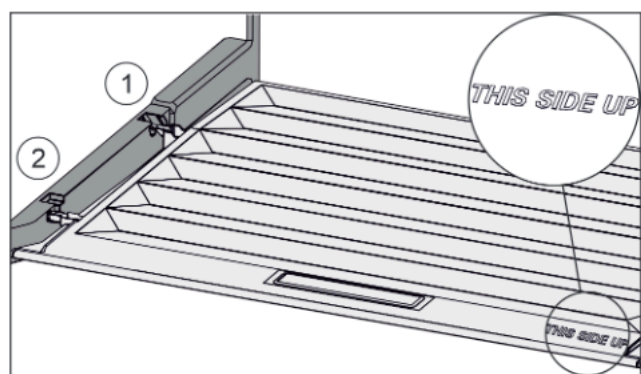

Fig. 54
- ▶ Inserire le nervature del coperchio attraverso l'apertura del supporto posteriore Fig. 54 (1) e innestare anteriormente nel supporto Fig. 54 (2).